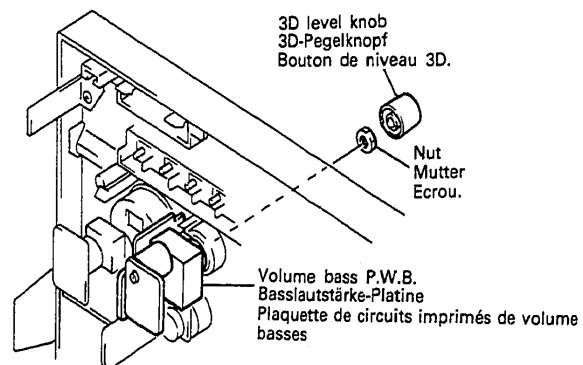

Fig. 12 Abb. 12
14. **Basslautstärke-Platine (Abb. 12)**
**14. Plaquette de circuits imprimés de volume basses (Fig. 12)**